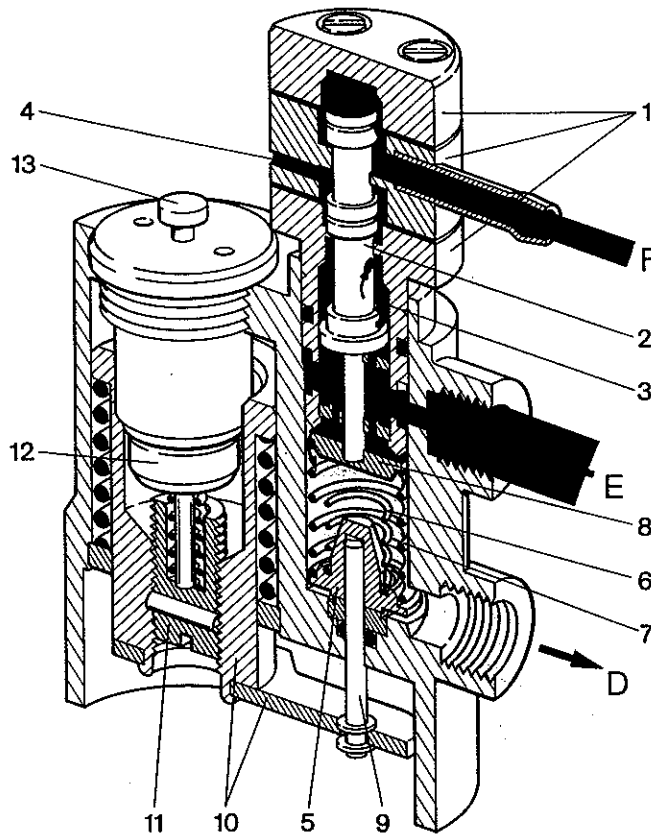

Bild 5
B.5 STEUERDRUCK-REGELVENTIL (Bild 5)